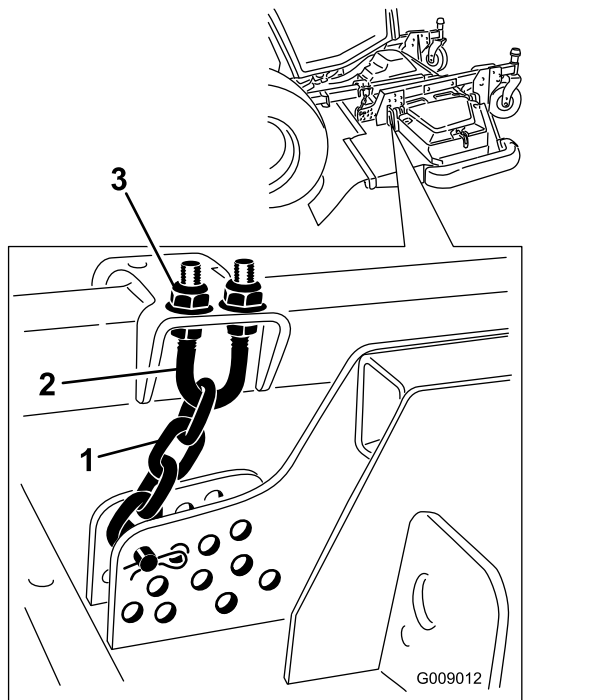

Bild 139
5. Lockern Sie die Klemmmuttern an der Ober- oder Unterseite des U-Bügels an der Schnitthöhenkette (Bild 139).